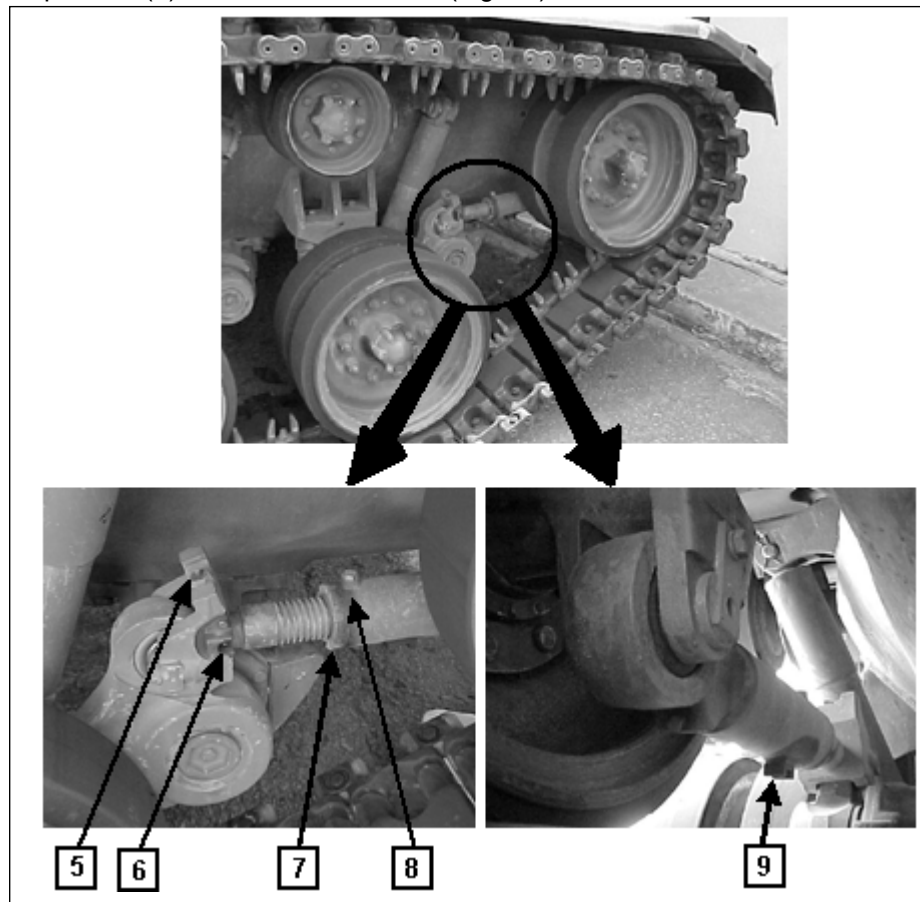

Fig 6-7. Abertura da lagarta em CC com o ajuste hidráulico
- b.** Remover o parafuso-trava da manga de ajuste da lagarta (3). (Fig 6-7)
- d.** Remover a sujeira da válvula de alívio de pressão (5), bico de graxa (6), anel de fechamento (7) e parafuso-trava (8). (Fig 6-7)
- e.** Conectar o adaptador da graxeira no bico de graxa (6). (Fig 6-7)
- f.** Bombear a graxeira umas poucas vezes para liberar o anel de fechamento (7).
g. Afrouxar o parafuso-trava (8). (Fig 6-7)
h. Soltar o anel de fechamento (7) usando chave-inglesa. O anel de fechamento muitas vezes pode requerer primeiramente um aperto para liberar-se da sujeira que bloqueia o anel. Não remover o plug (9) para avaliar a pressão enquanto a lagarta estiver conectada. Depois que a lagarta estiver separada, o plug pode ser removido com a mão. (Fig 6-7)
i. Aliviar a pressão interna da conexão levantando o pino da válvula de alívio de pressão (5) com a chave de fenda. (Fig 6-7)